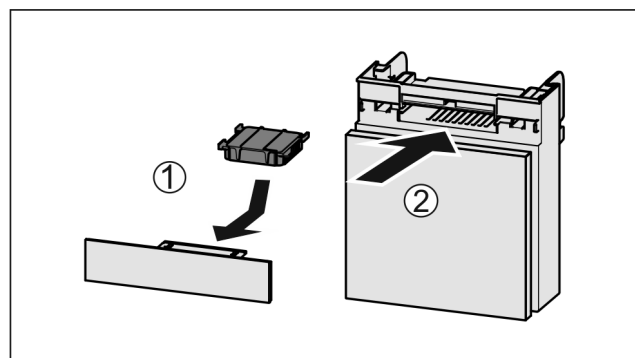

Fig. 109
- Wkładać Fig. 109 (1) filtr z węglem aktywnym zgodnie z ilustracją.
- Wsunąć komorę Fig. 109 (2).